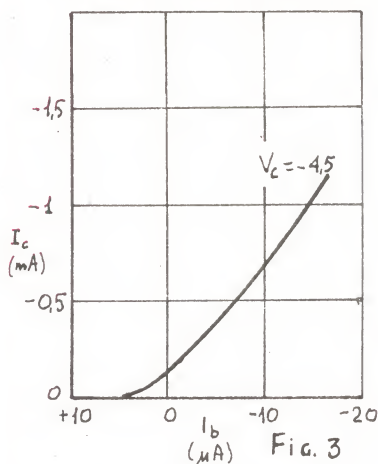

Fig. 3
- i) Caratteristiche di trasferimento (fig. 3) date come **I_c** in funzione di **I_b** per una data **V_c**.